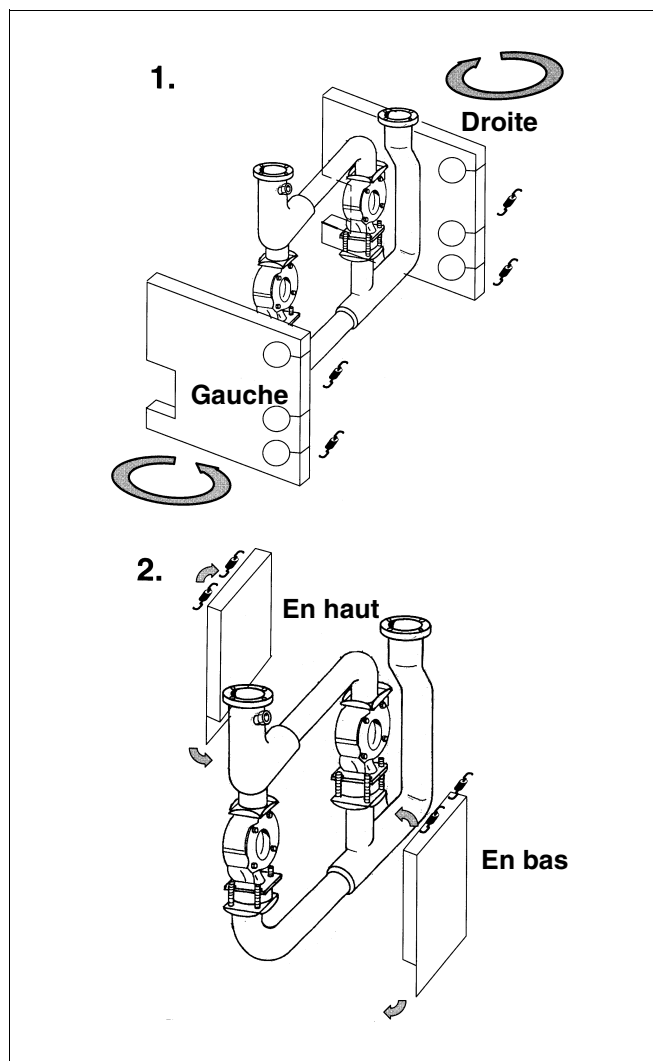

Fig. 46 Isolation thermique de la tuyauterie
- Disposer l'isolation thermique de la tuyauterie (fig. 46).